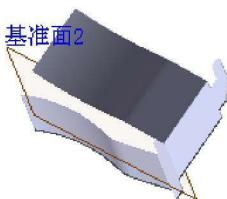
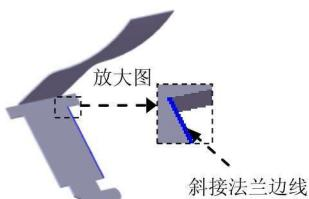
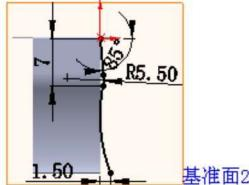

图 1.13 斜接法兰 2
图 1.14 斜接法兰边线
图 1.15 横断面草图 4
Step5. 创建图 1.13 所示的钣金特征——斜接法兰 2。选择下拉菜单 **插入(I)** → **钣金(O)** → **斜接法兰(M)...** 命令(或单击“钣金”工具栏上的“斜接法兰”按钮);选取图 1.14 所示的边线为斜接法兰边线;在草绘环境中绘制图 1.15 所示的横断面草图,选择下拉菜单 **插入(I)** → **退出草图** 命令,退出草绘环境,此时系统弹出“斜接法兰”对话框;在 **法兰位置(L):** 区域中单击“折弯在外”按钮 。其他采用默认设置值;单击 按钮,完成斜接法兰 2 的创建。